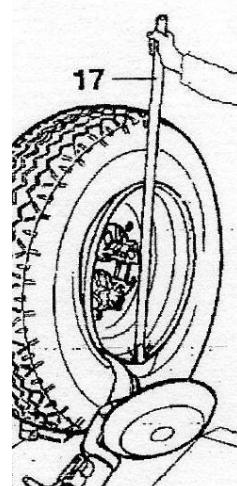

Рисунок 18
В. Поворачивайте колесо и одновременно подводите крюк-бортотгибатель, чтобы вставить его между ободом и бортом, пока он не зацепится за борт (см. Рисунок 18).
Е. Вставьте рычаг LA (поз. 17, Рисунок 18) между ободом и бортом справа от устройства.
L. Вставьте рычаг LA (поз. 17, Рисунок 18) между ободом и бортом справа от устройства.